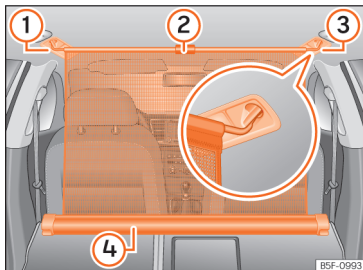

Abb. 160 Im Gepäckraum: eingehängtes Trennnetz bei vorgeklappter Rücksitzlehne.
- Ziehen Sie die Lasche » » **Abb. 160 ②** nach oben, um das Netz aus dem Einsatz » » **Abb. 160 ④** zu nehmen.
- Hängen Sie die Netztrennwand an der rechten Seite » » **Abb. 160 ③** (vergrößerte Darstellung) ein.
- Hängen Sie die Netztrennwand an der Aufnahme der linken Seite » » **Abb. 160 ①** ein, indem Sie an der Stange ziehen.
Die Netztrennwand ist richtig montiert, wenn die T-förmigen Enden sicher in den entsprechenden Aufnahmen » » **Abb. 160 ③** und **①** eingehängt sind.
- Rollen Sie die Netztrennwand in den Einsatz » » **Abb. 160 ④** ein, indem Sie sie mit der Hand nach unten ziehen.